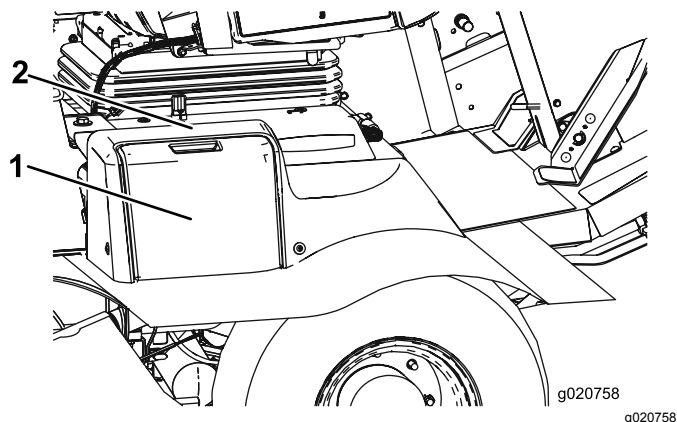

Figura 97
1. Aprite il coperchio della batteria sul lato della copertura (Figura 97).
Nota: Premete sulla superficie piatta sopra il coperchio della batteria per facilitare la rimozione del coperchio (Figura 97).